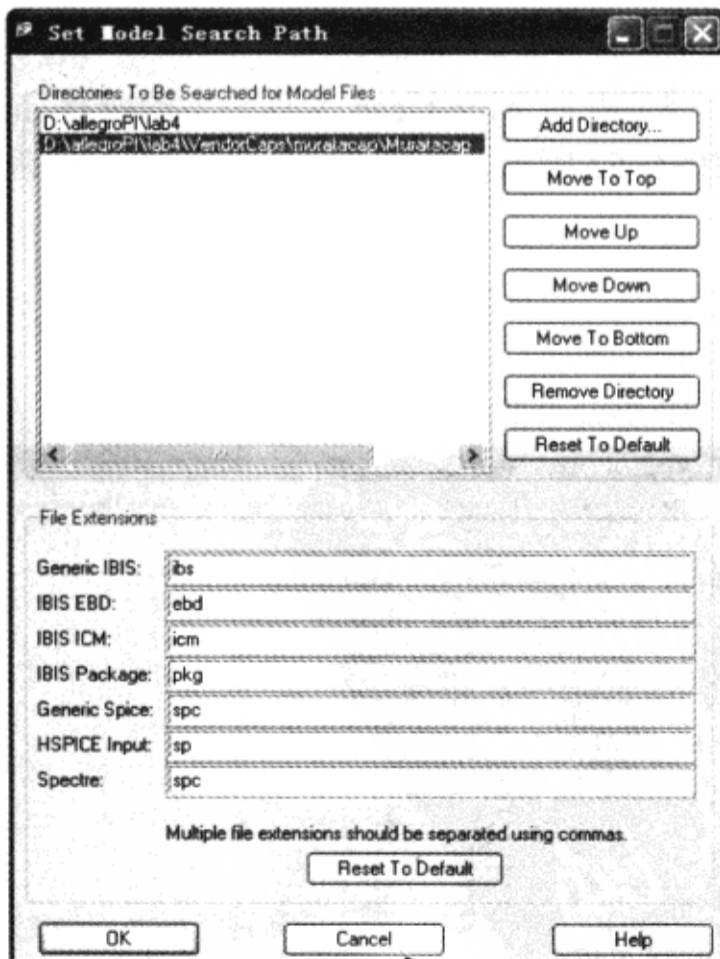

图 10-6-58 添加新的目录
(2) 单击“Remove Directory”按钮移除 VendorCaps/Cmfcs/tdk\_dml 目录，单击“Add Directory...”按钮添加 VendorCaps/muratacap/Muratacap 目录，如图 10-6-58 所示。单击“OK”按钮，回到“SI Model Browser”对话框。